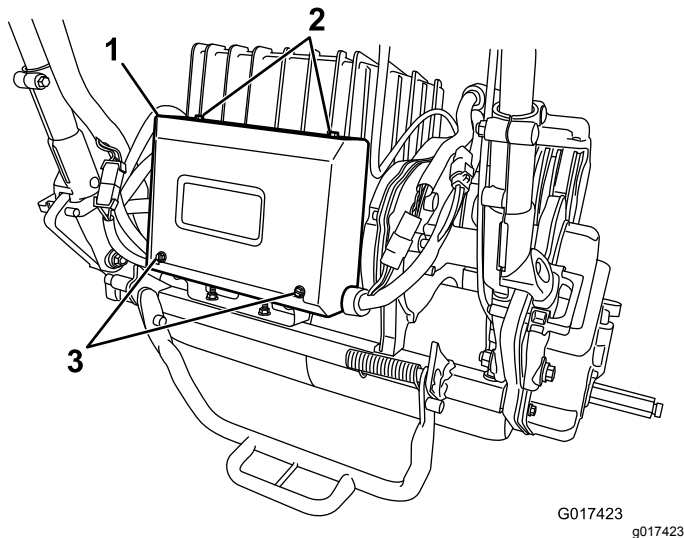

Bild 41
2. Entfernen Sie die zwei hinteren Schrauben vom Elektrokasten, lösen Sie die zwei oberen Schrauben und nehmen Sie dann die Kastenabdeckung ab (Bild 41).